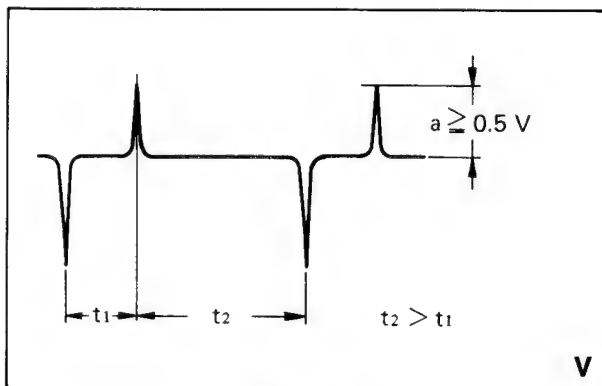

Bild 3-8
2. Oszilloskop an TP 1. Die positiven Impulse müssen größer als  $0,5 V_{ss}$  sein (Bild 3-8).